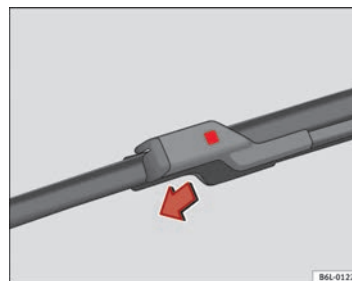

Abb. 129 Austauschen der Scheibenwischerblätter
- Drücken Sie den Sicherheitsknopf ein ⇒ **Abb. 129**.